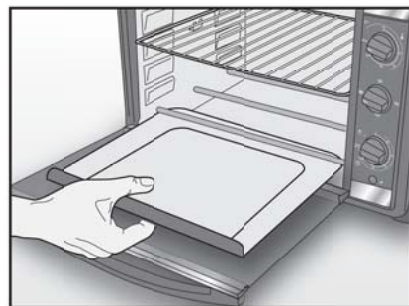

Fig. 5
- Utilizzando appositi guanti da cucina, estrarre il vassoio raccogli briciole (P) e procedere con la sua pulizia. Reinserirlo quindi all'interno dell'apparecchio facendo attenzione a posizionarlo correttamente sotto le resistenze (N) (Fig. 5).
- La leccarda (D), la griglia (C), il vassoio raccogli briciole (P) e lo spiedo (E) possono essere lavati in acqua tiepida e sapone, oppure in lavastoviglie, nel ripiano superiore.